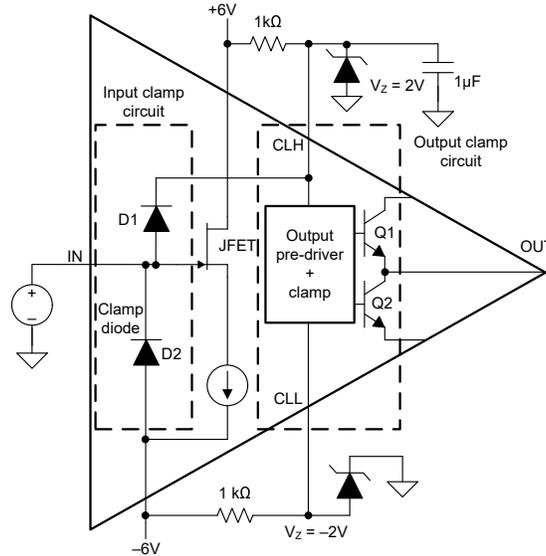

图 7-1. 内部输入和输出过压钳位
- 图 7-1 展示了通过两个内部钳位二极管 D1 和 D2 连接到引脚 CLH 和 V_{S-} 的 BUF802 的输入。这些二极管额定连续电流为 100mA，并且可以承受更高的瞬态电流。如果 JFET 输入电压超过 CLH 或 V_{S-} 处的电压，二极管会被正向偏置，将 JFET 钳位到 CLH 和 V_{S-} 。与齐纳二极管并联的 $1\mu F$ 电容器有助于吸收通过 D1 二极管传导的瞬态电流。